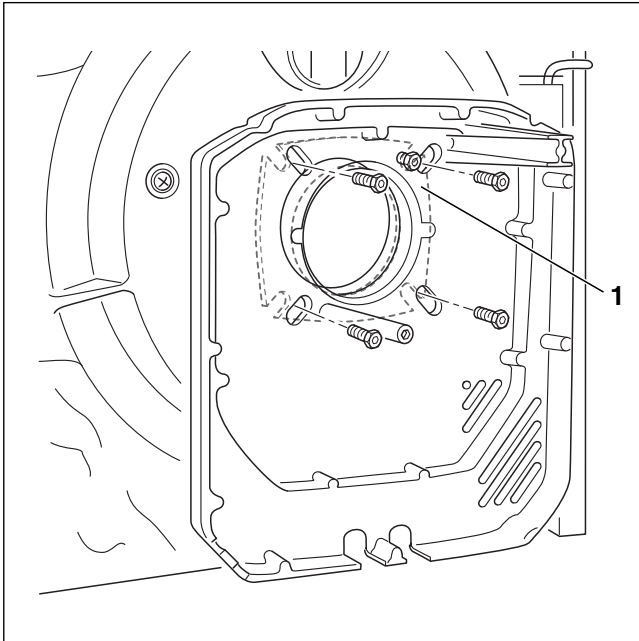

Bild 19 Rückwand befestigen
- Im nächsten Montageschritt ist die Rückwand mit der eingelegten Flanschdichtung und montiertem Brennerrohr (→ Bild 19, [1]) an der Brennertür mit vier Schrauben anzuschrauben. Die Einbaulage ist gemäß Bild 19 vorzunehmen.